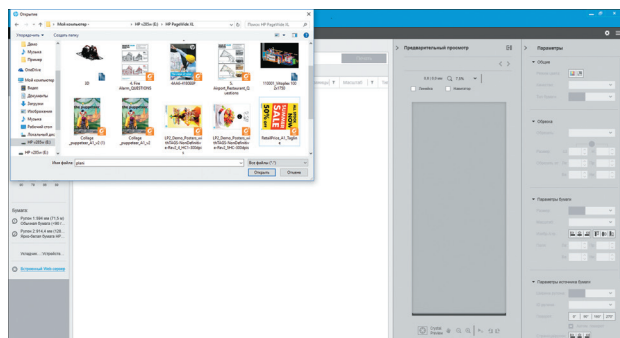

Рис. 3
2. Выбираем необходимые файлы (рис. 3).